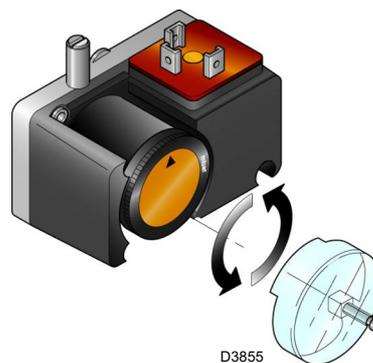

Abb. 32
- Regeln Sie den Minimal-Gasdruckwächter (Abb. 32 auf Seite 32) auf den Skalenanfang.
Den Gas-Mindestdruckwächter (Abb. 32) nach erfolgter Einstellung des Brenners, der Gasventile und des Stabilisators der Gasarmatur einstellen.